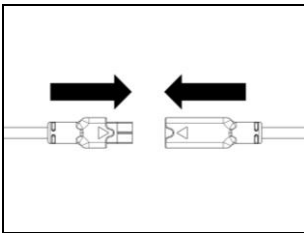

Fig. 9
- Conecte la batería al cableado, siguiendo la dirección de las flechas (Fig. 9).